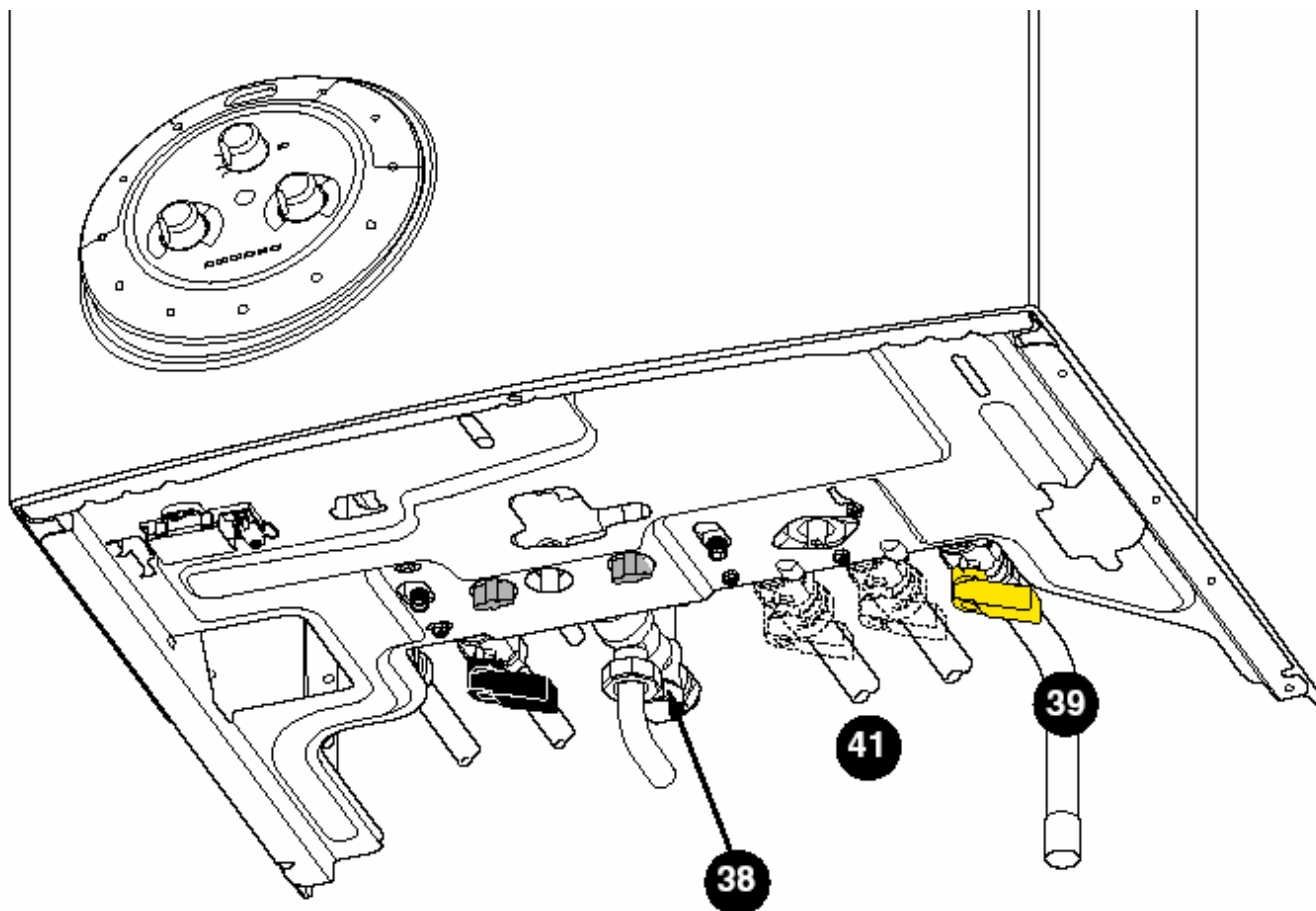

Рис. 20
3. Открыть газовый кран 39 (рис. 20).
- Отключить подачу газа, переведя кран 39 (рис. 20) на «STOP».
В некоторых случаях, при установке, после забора холодной воды, может проявиться незначительное нагревание трубопроводов (а также термосифона). Во избежание таких проявлений, достаточно перекрыть кран подачи нагрева 41 (рис. 20). Не забудьте снова открыть его в начале отопительного сезона, т. е. в момент повторного перевода коммутатора 25 (рис. 18) в положение «».
- повернуть рычаг спуска клапана **38** на баке (рис. 20). Вода вытечет через сливное отверстие.